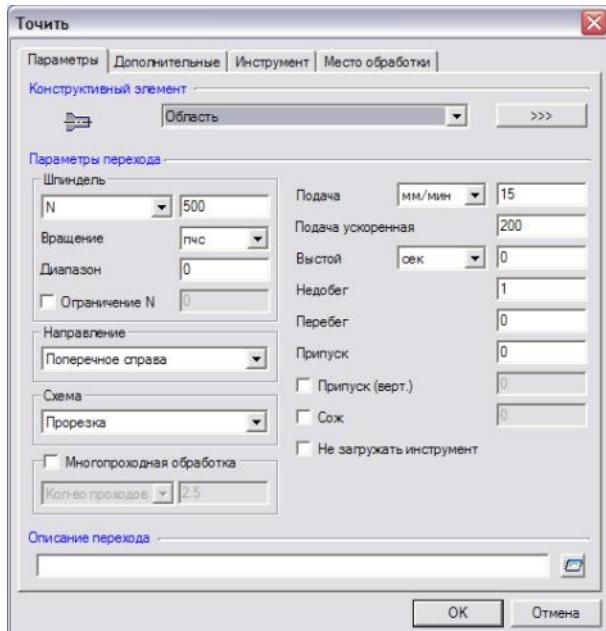

Рисунок 14. Изменение параметров токарной обработки
20. Загрузитесь окно задания параметров токарной обработки. В этом окне отредактируйте следующие позиции (см. рис. 14):